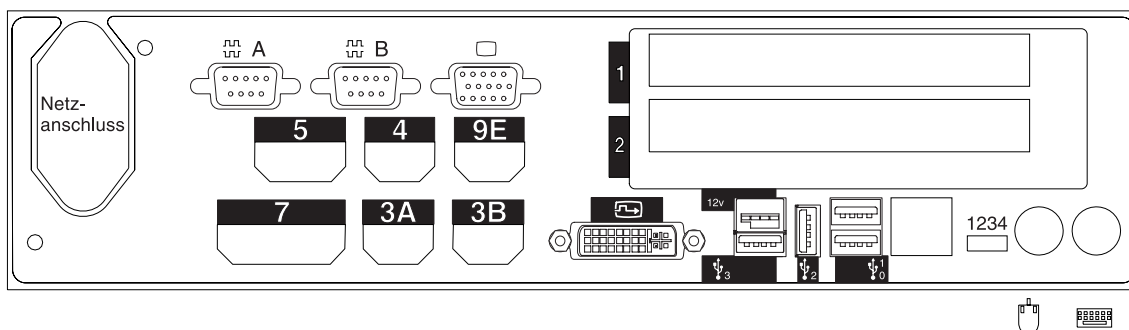

Abbildung 106. Rückseite der Kombination Handelscomputer/Datenkasse IBM 4694-206
- In Abb. 106 die Buchsen, an die die Kasseneinheiten angeschlossen werden sollen, durch ein X kennzeichnen.